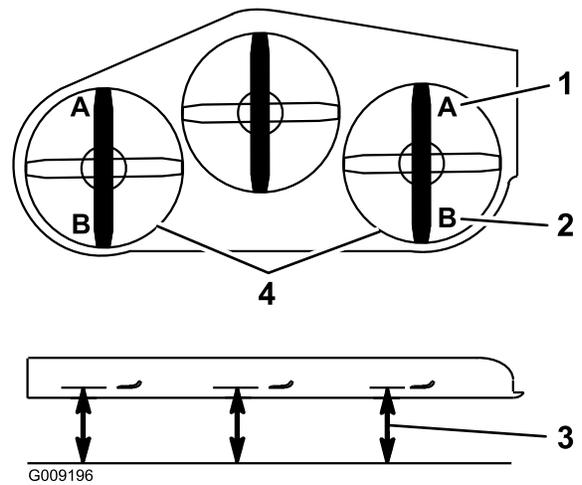

Figura 90
9. En ambos lados de la carcasa, mida desde la superficie nivelada hasta la punta delantera de la cuchilla (Posición A), según se muestra en Figura 90.
16. En ambos lados de la carcasa, mida desde la superficie nivelada hasta la punta trasera de la cuchilla (Posición B), según se muestra en Figura 90.